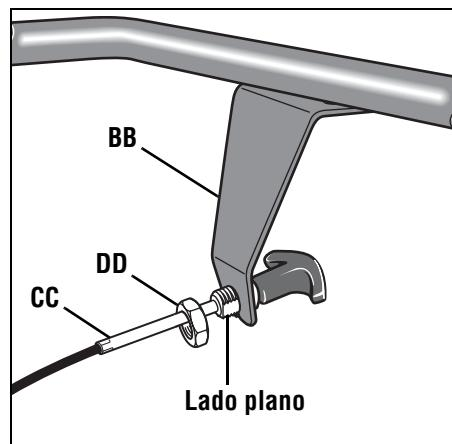
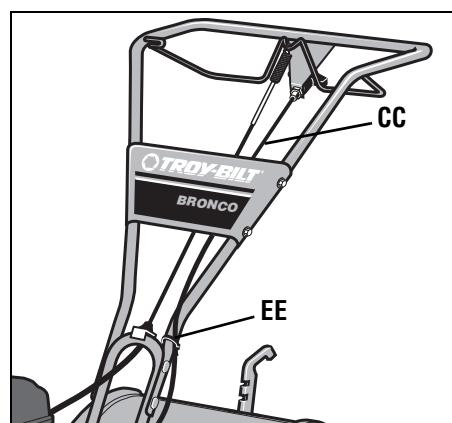

Fig. 2-8: Instale la ménsula del cable de marcha atrás y el cable del embrague de marcha atrás.
Fig. 2-9: Inserte el cable del embrague de marcha atrás (CC) como se muestra. Una con
- Desenrolle el cable del embrague de marcha atrás (CC, Fig. 2-8 y Fig. 2-9) de su posición de embarque y oriéntelo hacia la barra de control. Asegúrese que el cable esté colocado debajo del gancho del embrague de marcha directa.
- Inserte el cable (CC, Fig. 2-8) a través de la ranura de la ménsula del cable y positione el lado plano del conjunto roscado junto al lado plano del orificio. Deslice la tuerca hexagonal (DD) subiendo por el cable y ajústela con firmeza.
- Una el cable del embrague de marcha atrás a la barra de control del lado izquierdo con una unión de cable (EE, Fig. 2-9).